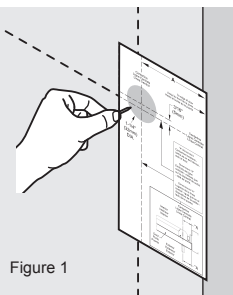

Figure 1
1. Place template on exterior side of door aligning vertical and horizontal centerlines of template with centerlines drawn on inside of door during interior door preparation (see Figure 1).
1. Placer le gabarit sur le côté extérieur de la porte en alignant les lignes centrales verticales et horizontales du gabarit avec celles tracées sur la porte. Une fois le gabarit aligné, marquer le centre de l'emplacement de trou (voir la figure 1).